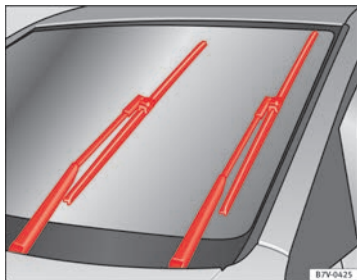

Fig. 137 Tergicristalli in posizione di manutenzione
- Accendere e spegnere il quadro e successivamente (prima di circa 9 secondi), spostare la leva dei tergicristalli nella posizione di tergitura ad escursione singola. Le spazzole si posizionano nella posizione di manutenzione ⇒ fig. 137.